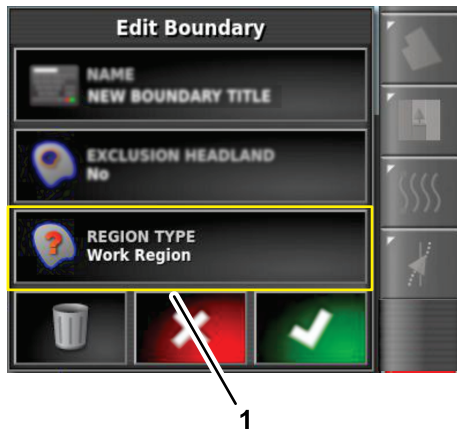

Figura 63
1. Na caixa de diálogo “editar limite”, pressione o ícone TIPO DE REGIÃO (Figura 63).